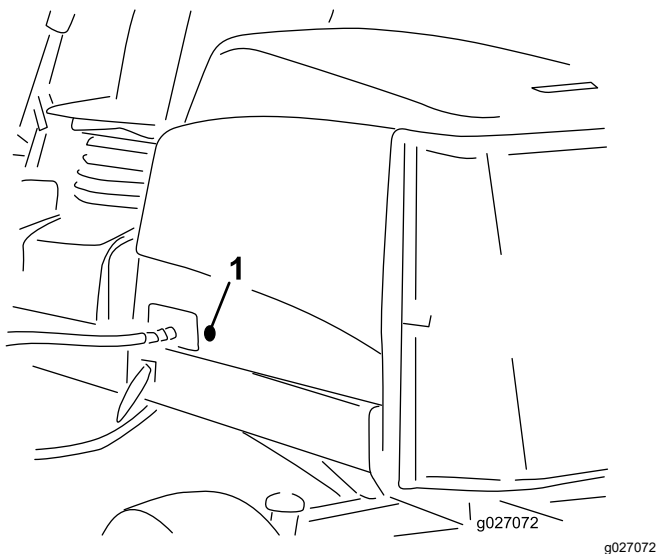

Figura 19
2. Togliete l'anello passacavi in gomma dal foro nel lato sinistro del cofano (Figura 19).